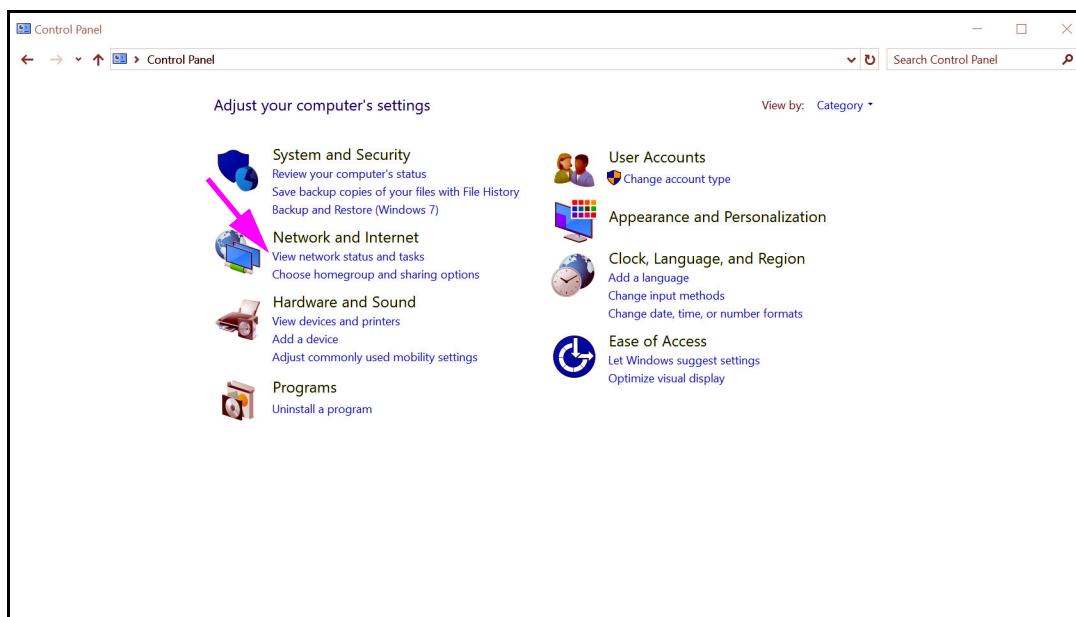

Figura 2-44. Fereastra Toate articolele din Panoul de control - Vizualizare categorie
3. Selectați **Panou de control (Control Panel)**. Dacă vizualizarea este setată pe **Categorie (Category)**, ecranul apare ca în Figura 2-44.